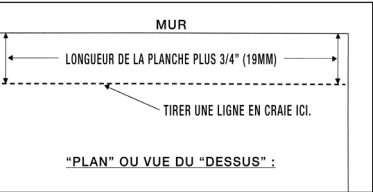

Figure 6
- Établir le point de départ de votre première rangée comme suit : mesurer la largeur du sous-plancher de bois franc que vous avez acheté et ajouter 1/2 à 3/4 po. (12 -19 mm) à la valeur mesurée. À l'aide de cette mesure, faire un trait clair à chaque extrémité du mur tout en s'assurant de rester à quelques pouces des coins, là où le mur est droit et perpendiculaire au plancher. À l'aide du cordeau à tracer, tracer une ligne entre ces deux marques. S'assurer que la ligne ne touche pas au mur ou qu'elle n'en est pas trop éloignée pour que lors de l'installation des plinthes et des quarts-de-rond, le rebord de la première rangée de planches soit juste recouvert. Au besoin, effacer la ligne, puis en tracer une nouvelle. **Vous rapporter à la figure 6.**